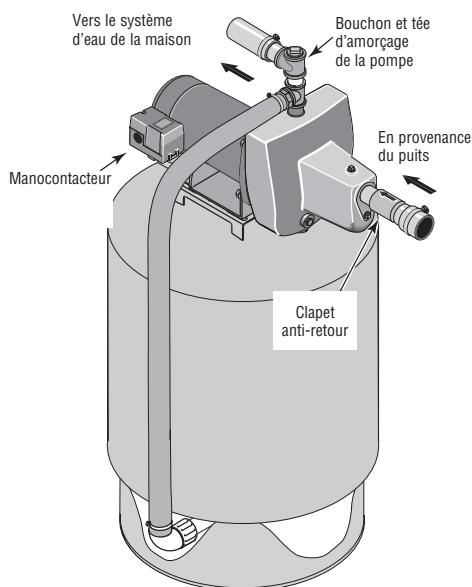

Figure 4 : Branchements sur un réservoir préchargé
BRANCHEMENT SUR UN RÉSERVOIR PRÉCHARGÉ (Figure 4)
1. Poser deux té dans l'orifice de refoulement de la pompe (voir la Figure 4). Le diamètre du tuyau doit être au moins aussi grand que le diamètre de l'orifice de refoulement.